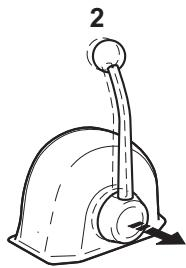

Figure 23
Quando si tira la leva (**Figure 23, (1)**), la velocità del motore può essere controllata senza innestare la frizione. La frizione rimane in FOLLE, in posizione senza carico. Ruotare la manopola (**Figure 23, (2)**) in senso antiorario per muovere la leva, o in senso orario per bloccarla.